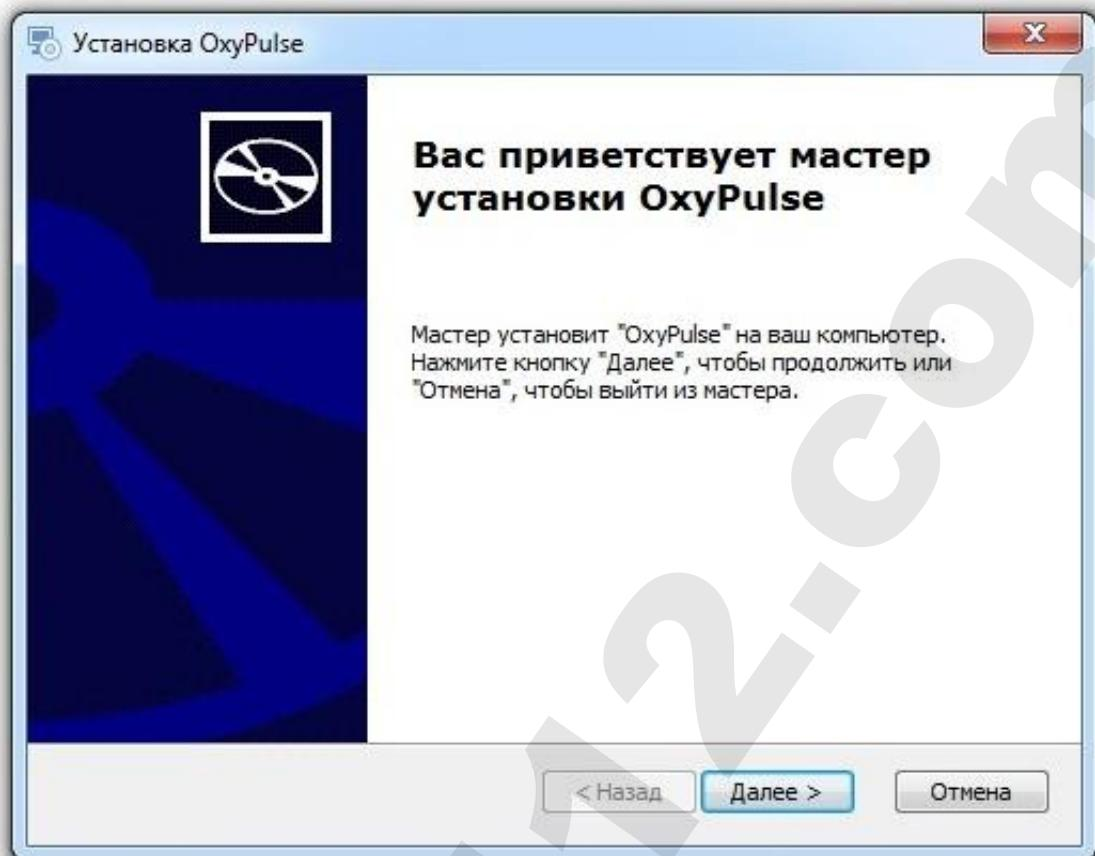

Рисунок 3.3 – Программа установки. Окно приветствия
3.4.3.1 Для установки ПО служит утилита «OxyPulse x.y.z.exe», запуск которой позволяет в интерактивном режиме выполнить установку необходимых компонентов ПО (рисунок 3.3).
3.4.3.2 Для начала установки ПО нажмите двойным кликом мыши на установочный файл. Появится окно приветствия (рисунок 3.3). Нажать кнопку «Далее».